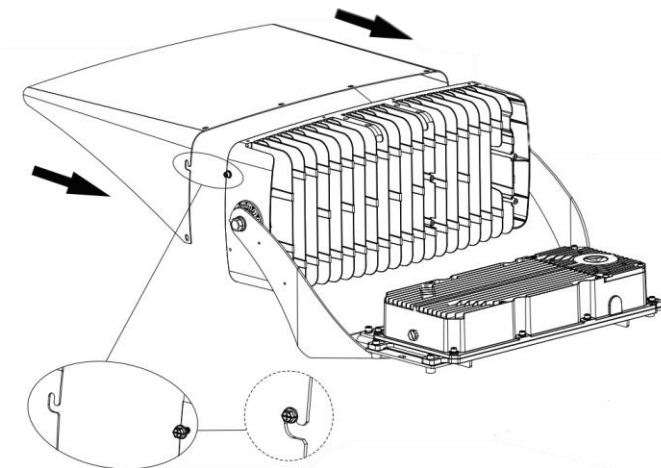

Рис. 5
6.7.1 Присоединить козырек к корпусу светильника, закрепить при помощи винтов M5 (Рис. 5). Винты не входят в комплект поставки.